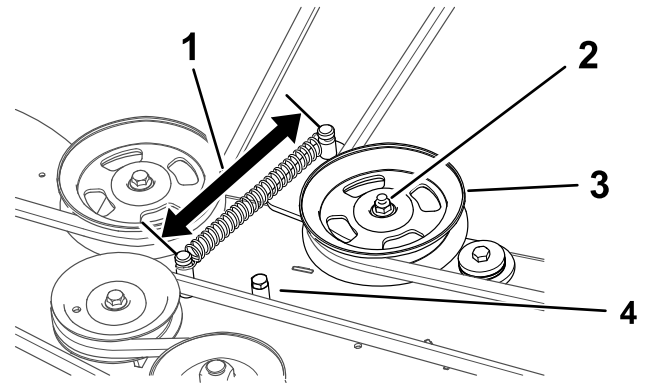

Bild 54
Wenn die Feder kürzer als 15,2 cm ist oder der Spannscheibenarm den in Bild 54 dargestellten Spannscheibenanschlag berührt, stellen Sie den Spannscheibenarm ein.
4. Lösen Sie die Mutter auf der Spannscheibe (Bild 54).
6. Ziehen Sie die Mutter fest (Bild 54).